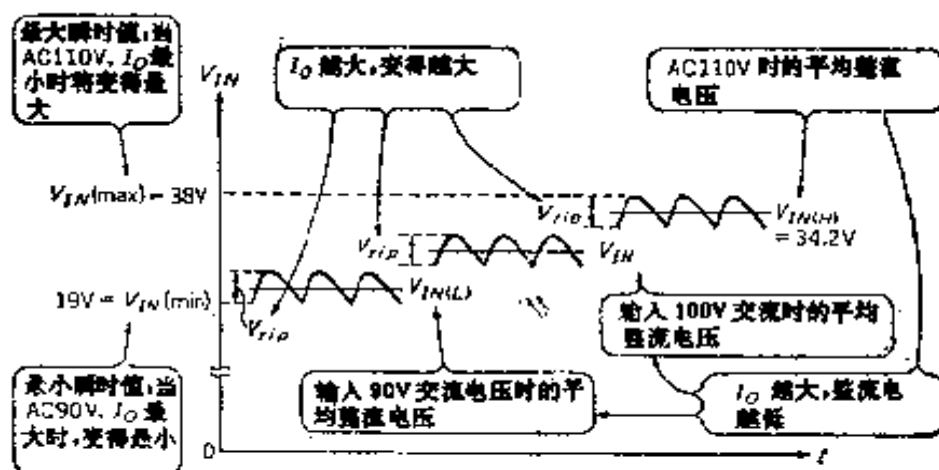

图1-6 整流之后的电压波形
① V_{IN} : V_{IN} 为整流电路的输出电压。由于不是恒定电压,所以将随AC110V电压和 I_O 的变化而变化,如图1-6所示,成为脉动电压②。其中,尤其重要的是最小瞬时值 $V_{IN}(\text{min})$,
② 脉动(Ripple):即使使交流电流整流,也不可能使其完全变为直流,而仍残留着交流成分。这种交流成分叫做脉动电流。